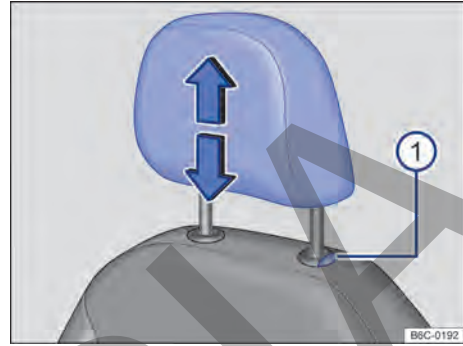
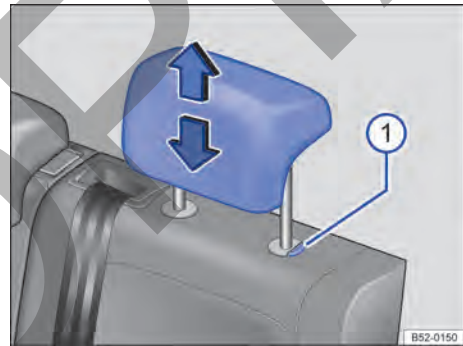

Fig. 64 Apoyacabezas delantero: ajustar.
Fig. 65 Apoyacabezas trasero: ajustar.
- Mover el apoyacabezas hacia arriba o hacia abajo, en el sentido de la flecha, presionando el botón → fig. 64 ⓘ o → fig. 65 ⓘ presionado → ⚠ en *Introducción al tema* de la página 82.